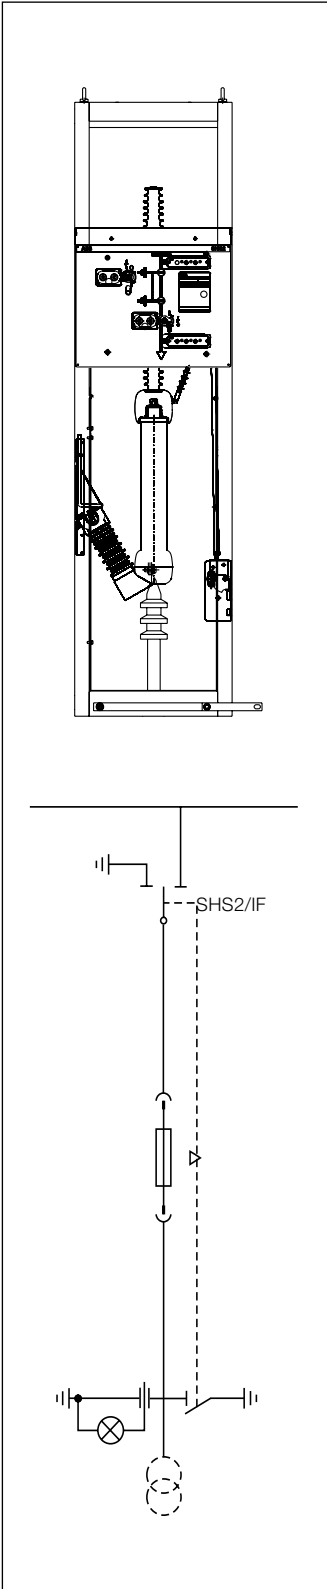

Fig. 4 - UniMix M
- **SHS2/IF:** sectionneur de ligne à trois positions avec châssis porte-fusibles et sectionneur de terre en aval du châssis porte-fusibles, tous deux équipés de commande à manœuvre dépendante. Normalement utilisé pour réaliser des compartiments mesure (Fig. 4).